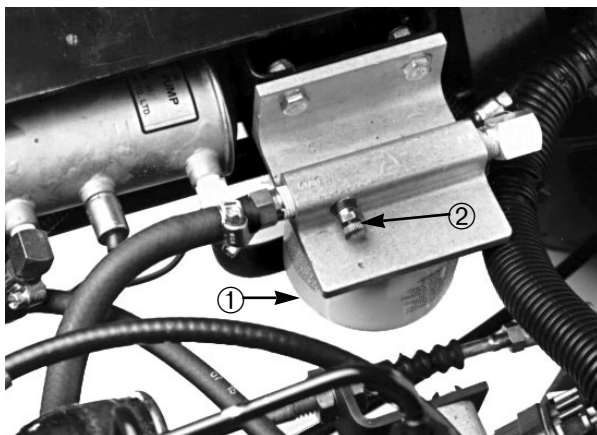

Bild 12
1. Die Entlüftungsschraube auf der Oberseite des Kraftstofffilters/ Wasserseparators aufbrechen (Bild 12).